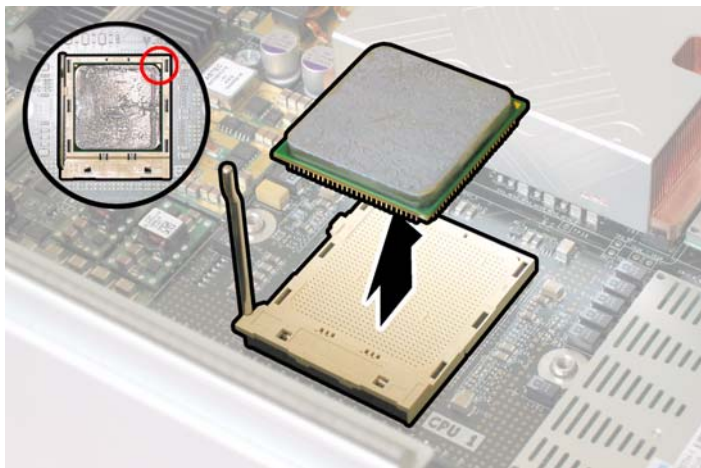

图 4-47 从插座中拆卸 CPU
- e. 从插座中拔出 CPU，让拉杆仍处于垂直（即打开）位置。请参见图 4-47。